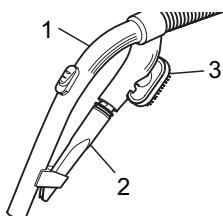

Abb. 5
■ Als **Zubehör** sind die Fugendüse und die 2in1-Kombidüse im Lieferumfang enthalten. Sie können an der Zubehörhalterung (Abb. 5/1) befestigt werden.
### - Fugendüse (Abb. 5/2)
### - 2in1-Kombidüse (Abb. 5/3) zu verwenden als: